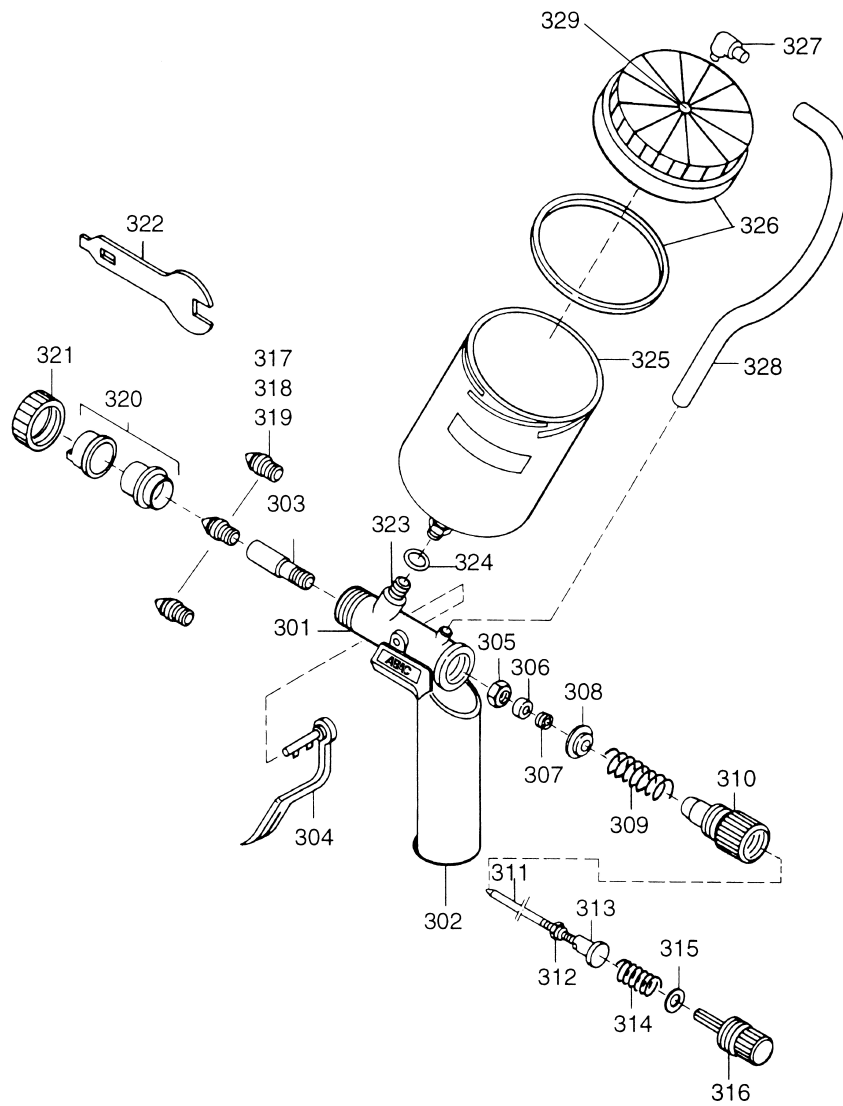
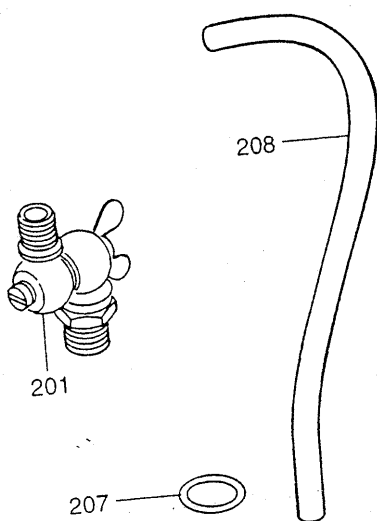
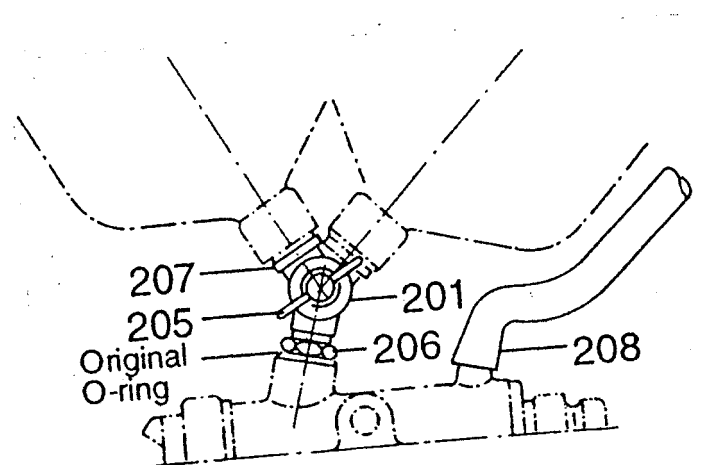
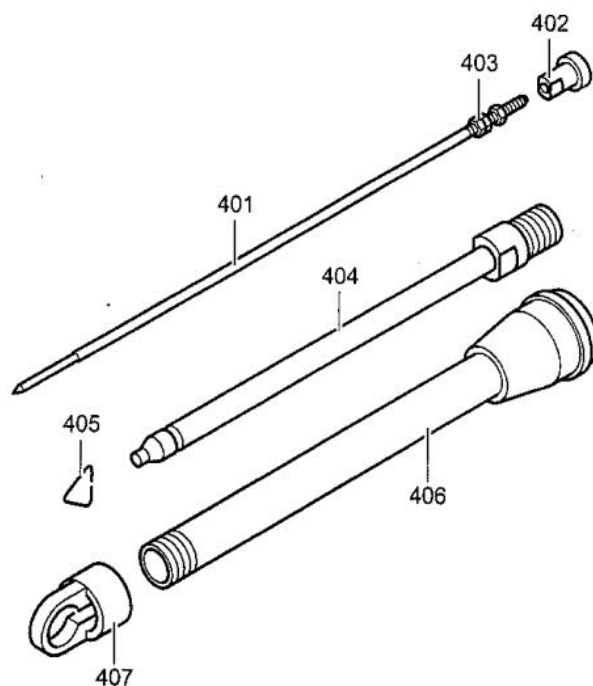

Abb.3
Abb. 4
Abb. 5
Abb.6
Ersatzteilliste für ABAC-Spritzpistole PN 1 (ID-Nr. BJ 381 000 0021) (siehe Abb.3)
Ersatzteilliste für ABAC-Spritzpistole PN 1A (ID-Nr. BJ 381 000 0020) (siehe Abb.3)
Gelenkstück (Abb.4, 5)
Verlängerungsrohr (Abb. 6)
12.1 Gelenkstück zwischen Pistolenkörper und Farbbecher (Abb. 4,5)
Um das Aufwärtsspritzen (Arbeiten über Kopf) mit stets senkrecht stehendem Farbbecher zu ermöglichen, ist ein als Sonderzubehör lieferbares Gelenkstück (Abb. 4, Nr. 201) einzusetzen.
- 1) Zunächst ist der Winkel (Abb. 3, Nr. 327) vom Deckel des Farbbechers herauszuziehen und vom Druckschlauch (Abb. 3, Nr. 328) zu entfernen. Der kurze Druckschlauch (Abb. 3, Nr. 328) ist dann von der Pistole abzuziehen und durch den längeren Druckschlauch (Abb. 4,5, Nr. 208) zu ersetzen.
- 2) Mit dem Düsenschlüssel ist der Farbbecher (Abb. 3, Nr. 325) abzuschrauben und das Messingzwischenstück (Abb. 3, Nr. 323) herauszuschrauben. Der Dichtring (Abb. 3, Nr. 324) muss dann vom Zwischenstück abgenommen werden.
- 3) Vom Gelenkstück ist die Sechskantmutter (Abb. 5, Nr. 206) sowie der Dichtring (Abb. 4 und 5, Nr. 207) abzunehmen. Drehen Sie nun die zuvor abgenommene Sechskantmutter wieder auf das Gewinde des Gelenkstückes und fügen Sie den Dichtring (Abb. 3, Nr. 324) hinzu. Diese Seite mit Dichtring und Sechskantmutter drehen Sie nun in das Innengewinde der Spritzpistole. Nach dem Einschrauben und Ausrichten des Gelenkstückes ist die Sechskantmutter (Abb. 5, Nr. 206) anzuziehen. Der Dichtring (Abb. 5, Nr. 207) ist nun auf das obere Gewinde des Gelenkstückes aufzulegen, wonach der Farbbecher wieder eingeschraubt wird.
- 4) Zuletzt ist der Winkel (Abb. 3, Nr. 327) in den Deckel des Farbbechers zu stecken und der längere Druckschlauch (Abb. 4, Nr. 208) auf das Spritzpistolengehäuse und den Winkel aufzustecken.
Achtung! Die Flügelmutter (Abb. 5, Nr. 205) ist nur soweit anzuziehen, dass sich der Farbbecher mit Kraft noch bewegen lässt.
12.2 Vorsatzrohr zum Spritzen von schwer zugänglichen Stellen (Abb.6)
1) An der **ABAC**-Spritzpistole PN 1 / PN 1A ist zunächst die Überwurfmutter (Abb. 3, Nr. 321) abzuschrauben. Jetzt sind Luftkopf (Abb. 3, Nr. 320) und Düse (Abb. 3, Nr. 317, 318, 319) zu entfernen. Nun ist die Düsennadel auszubauen wie unter Abschnitt 8.3 beschrieben.
2) Die Düsennadel (Abb. 6, Nr. 401) ist in die Federbuchse (Abb. 3, Nr. 310) einzuschieben. Nach dem Einlegen der Druckfeder (Abb. 3, Nr. 314) und der Passscheibe (Abb. 3, Nr. 315) ist die Stellschraube (Abb. 3, Nr. 316) in die Federbuchse (Abb. 3, Nr. 310) einzuschrauben. Die so zusammenmontierten Teile werden nun in das Spritzpistolengehäuse eingesetzt.
3) Anstelle der normalen Düse ist das Düsenrohr (Abb. 6, Nr. 404) einzuschrauben und leicht festzuziehen.
4) Das Aufsteckrohr (Abb. 6, Nr. 406) mit gelöstem Düsenvorsatzkörper (Abb. 6, Nr. 407) ist in das Spritzpistolengehäuse zu stecken und mit der Überwurfmutter (Abb. 3, Nr. 321) leicht festzuziehen. Den Düsenvorsatzkörper (Abb. 6, Nr. 407) nur leicht anziehen, damit er sich beim Arbeiten in jede gewünschte Stellung drehen lässt.
5) Nach dem Zusammenbau muss der Abzughebel (Abb. 3, Nr. 304) noch leichtes Spiel haben. Er darf vorne am Spritzpistolengehäuse nicht anstehen. In solch einem Fall würde die Düsennadel nicht dicht schließen. Eine evtl. nötige Spielvergrößerung ist durch Verstellen der selbstsichernden Sechskantmutter (Abb. 6, Nr. 403) auf der Düsennadel möglich.
Das Spritzgut kann auch gesprenkelt appliziert werden, wenn der komplette Luftkopf (Abb. 3, Nr. 320) von der Spritzpistole abgeschraubt ist.